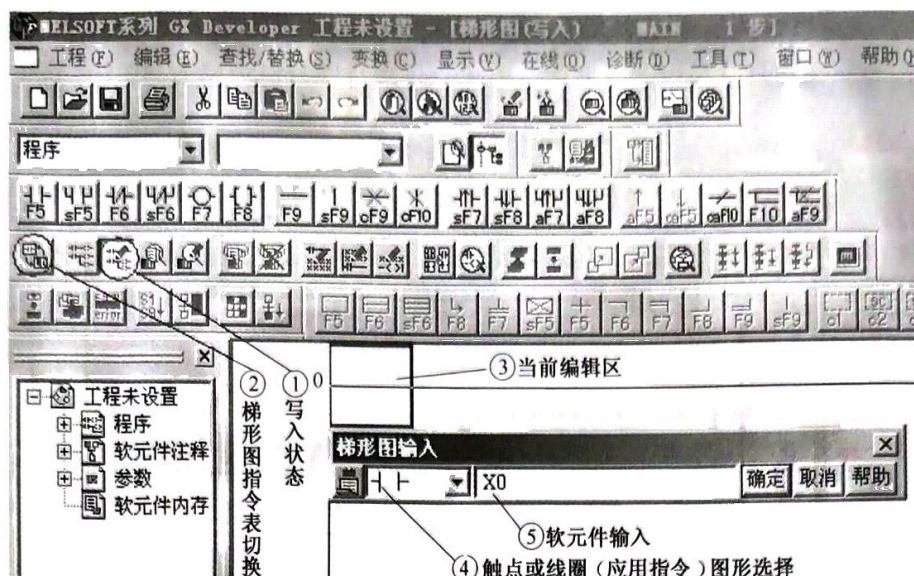
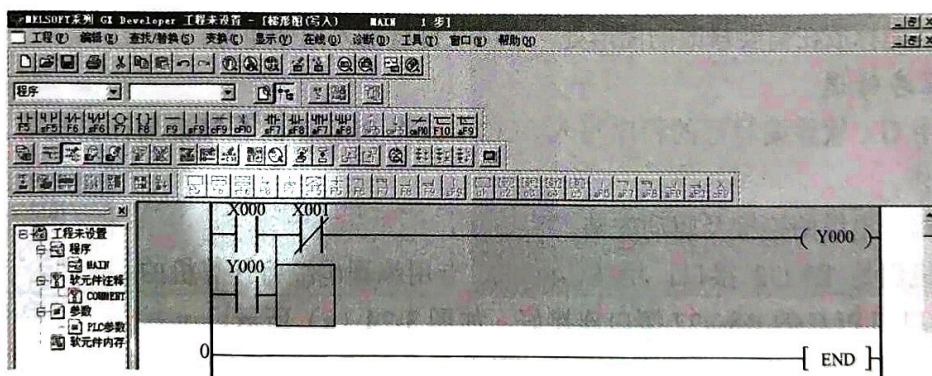
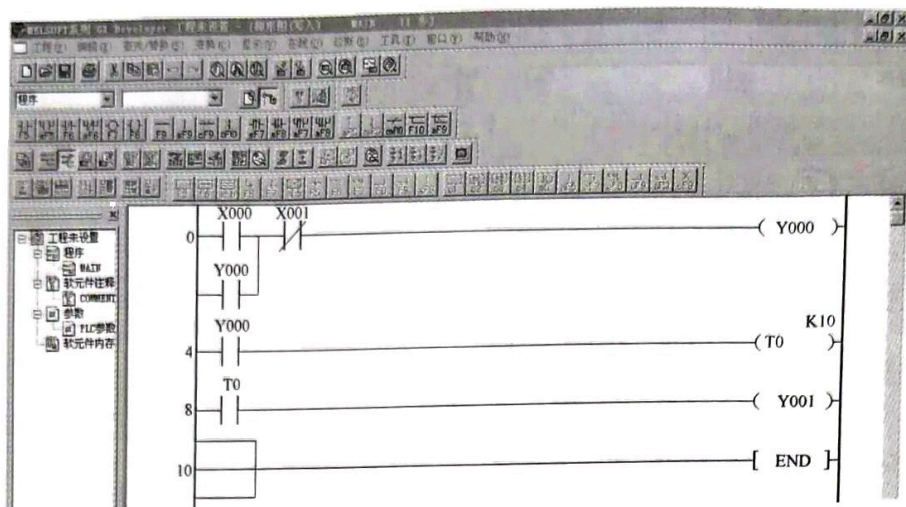

图 3-21 梯形图编辑窗口
图 3-22 变换前的梯形图
图 3-23 变换后的梯形图
(1) 单击图 3-21 所示程序编辑窗口中①位置的按钮, 使其为写模式 (查看状态栏的显示)。
(2) 单击如图 3-21 所示程序编辑窗口中②位置的按钮, 选择梯形图显示, 即程序在编辑区中以梯形图的形式显示。
(3) 在当前编辑区的蓝色方框③中绘制梯形图。
(4) 梯形图的绘制有以下两种方法。
一种方法是用鼠标和键盘操作，用鼠标选择工具栏中的图形符号或按“F5”键，打开图 3-21 所示的梯形图输入窗口，再在④和⑤的位置输入其软元件和软元件编号，输入完毕后单击“确定”按钮或按“Enter”键即可。
另一种方法是用键盘操作，即通过键盘输入完整的指令，在图 3-21 所示的当前编辑区的位置直接从键盘输入 L→D→空格→X→0→按“Enter”键，则 X0 的常开触点就在编辑区显示出来，然后再输入 ANI→空格→X1、OUT→空格→Y0、OR→空格→Y0，即绘制出图 3-22 所示的图形。
梯形图编辑完后，在写入 PLC 之前，必须进行变换，单击图 3-22 中的“”图标或在“变换”菜单下执行“变换”命令，此时编辑区不再是灰色状态，如图 3-23 所示，此时可以存盘或传送。
注意，在图 3-23 中有定时器线圈（对于其他梯形图也可能有计数器线圈和应用指令），如用键盘操作，则输入 OUT→空格→T0→空格→K10→按“Enter”键。
需在梯形图中放置横线时, 单击图 3-22 中的“”图标; 需在梯形图中放置垂直线时, 单击图 3-22 中的“”图标; 删除横线或垂直线时单击图 3-22 中的“”或“”图标。
若发现梯形图有错误, 可进行修改操作, 如将图 3-23 中的 X0 改为常闭触点。首先在写状态下, 将光标放在需要修改的图形处, 直接从键盘输入指令即可。